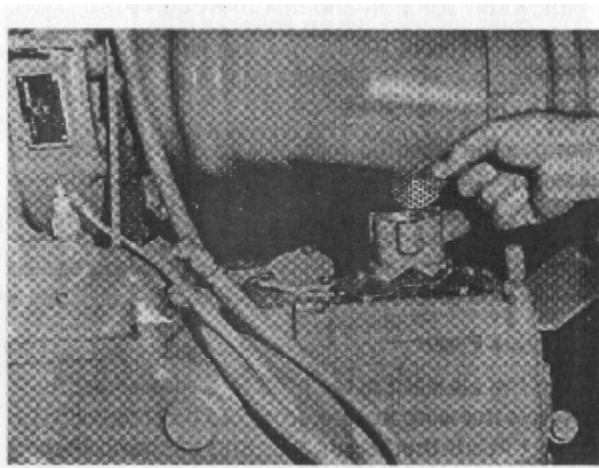

Рис. 2-25 (N 11934) Сапун картера, экранирующий тип
2. Снять крышку с резьбой, шайбы, кожух, экраны и перегородку – глушитель, если применяется, с корпуса сапуна. Рис. 2-25 (N 11934) Сапун картера, экранирующий тип